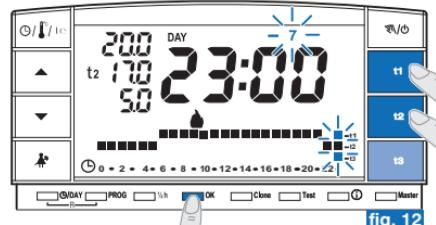

fig. 12
- Después de registrar el perfil térmico para el día **Domingo** (7), pulsar **OK** (ejemplo fig. 12) para memorizarla y volver a visualizarse el día Lunes (1) **luego pulsar nuevamente la tecla OK por 4 segundos** (ejemplo fig. 13); con esta operación se **graba todo el programa la de semana**.